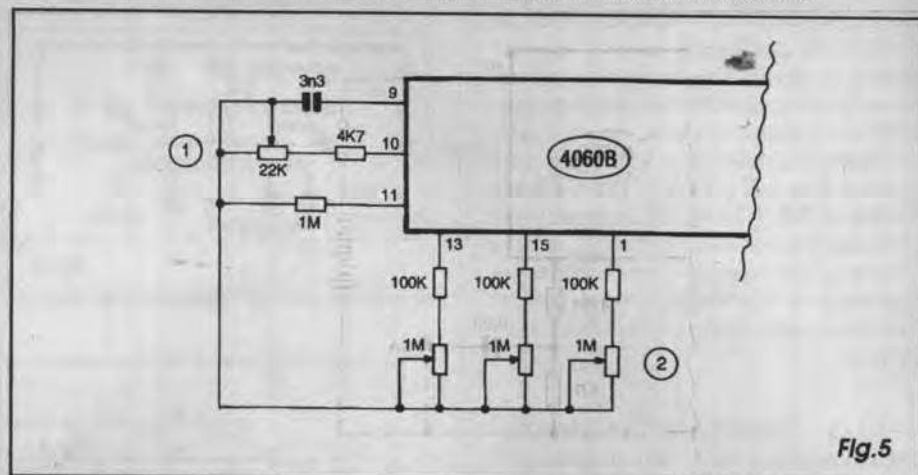

Fig.5
- FIG. 5 - COMPLICANDO O COMPLEXO... - Quem pretender usar o núcleo do circuito do MAVIBVN como módulo gerador de sons complexos *mesmo*, poderá experimentar algumas das seguintes modificações (todas de fácil implementação, algumas até permitindo o aproveitamento da mesma placa de impresso *leiautada* na FIG. 2...):
- Possibilidades mais *flexíveis* de experimentação, com controles contínuos das eventuais variações, tanto em timbre quanto em complexidade da modulação, estão explicitadas no diagrama da FIG. 5... No ponto 5-1 temos a substituição do resistor original de 18K por um conjunto *série* formado por um resistor fixo de 4K7 e um potenciômetro (ou *trim-pot*) de 22K, através de cujo ajuste uma gama enorme de tonalidades e *velocidades* de modulação poderá ser obtida... Já no ponto 5-2 temos a possibilidade de substituição dos resistores originalmente acoplados aos pinos 1-13-15 por conjuntos *série* formados, cada um, por um resistor fixo de 100K e um potenciômetro (ou *trim-pot*) de 1M... Aí, as múltiplas possibilidades combinatorias de valores, individualmente ajustados nos três resistores variáveis, levam a quantidade de *desenhos modulatórios* quase ao... *infinito*! Os sons mais estranhos serão obtidos, sendo quase que impossível descrevê-los aqui, em impróprias palavras escritas...! Gorgeios, chiados, rampas, apitos trinados, assovios modulados, cacarejar de galinhas sintéticas, motores espaciais, e toda essa *maluquice* (e muito mais...). É